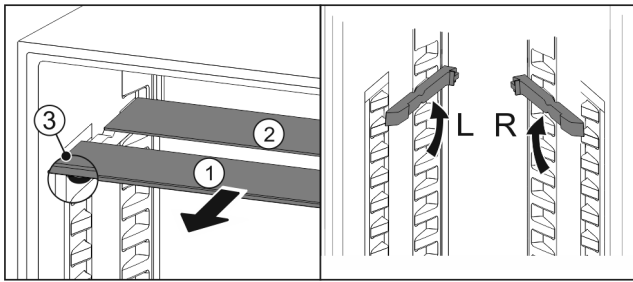

Fig. 77
- ▶ По одной извлеките Fig. 77 (1) стеклянные панели движением вперед.
- ▷ Стеклянная панель Fig. 77 (1) с декоративной планкой лежит спереди.
- ▷ Стопоры Fig. 77 (3) показывают вниз.